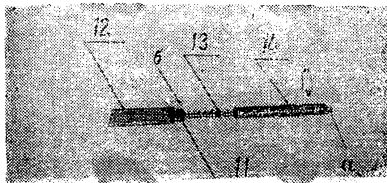
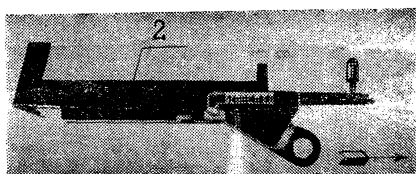

Рис. 4.
Рис. 9.
Подаватель скрепок (см. Рис. 4) состоит из корпуса подавателя (11), направляющей (12), цилиндрической пружины (13) и затвора (14).
Для того, чтобы выпнуть из корпуса средней бранши (2) (см. Рис. 9) подаватель скрепок, необходимо затвор подавателя (14) (см. Рис. 4) вытянуть в направлении, указанном стрелкой.
Чтобы разобрать подаватель скрепок (см. Рис. 4) на составные части необходимо затвор подавателя (14) повернуть относительно корпуса подавателя (11) до совмещения втулки затвора со штифтом в корпусе подавателя и снять затвор. Затем снимают цилиндрическую пружину (13).
На стержень корпуса подавателя (11) (см. Рис. 4) одевают или навинчивают пружину (13) до соприкосновения первого витка с торцом корпуса, подавателя. Затем
Собранный подаватель (Рис. 4) вставляют в отверстие средней бранши, так, чтобы штифт (б), запрессованный в корпус подавателя, вошел в прорезь средней бранши и продвигают до соприкосновения затвора с корпусом бранши, после чего затвор поворачивают относительно корпуса средней бранши и заводят в боковой паз ее, но не продвигают вдоль паза.